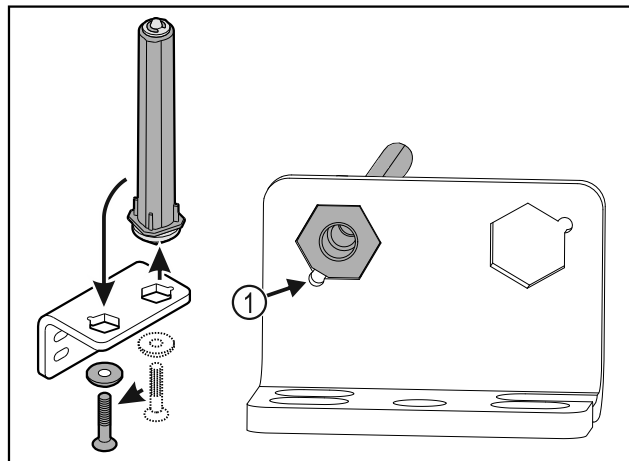

Fig. 30
- Pass på at den skrå kanten på bolten Fig. 30 (1) peker mot det runde hullet under innsettingen.